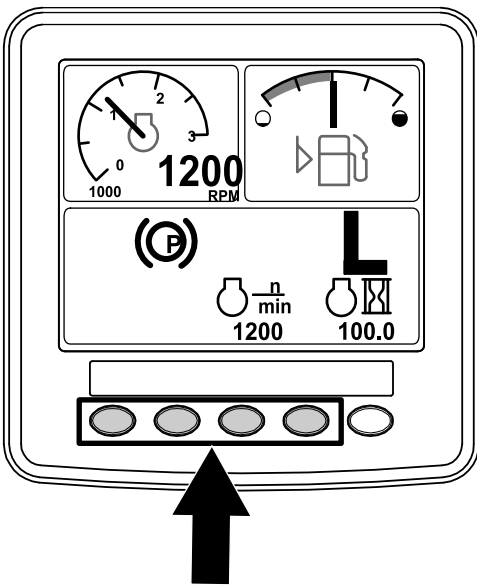

図 7
1. ホーム画面で、ボタン 14 のうち任意のボタンを押すと、画面下部にメニューが表示される (図 7)。